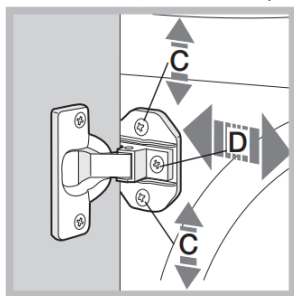

Fig. 7
- Для регулировки положения деревянной панели как по вертикали, так и по горизонтали используйте винты типа **C** и **D**, как показано на рис. 7.